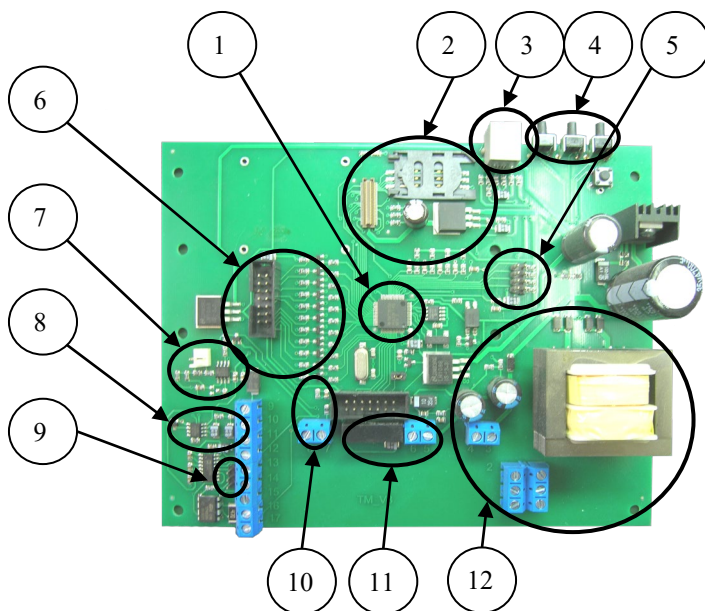

Рис.2 Устройство платы телеметрического модуля «ТВЕРЦА-ТМ».
ТМ выполнен в виде одного блока, основой которого является плата с микроконтроллером управления (рис 2, п.1). Связь по каналу GSM обеспечивается через блок GSM-связи (рис. 2, п.2) с установленным на плату модемом и SIM картой сотового оператора связи. Для улучшения условий приема сигнала ТМ комплектуется
Питание ТМ осуществляется от сети 230 VAC (рис. 2, п.12, клеммы 1,2). В случае отсутствия розетки для подключения ТМ питание может осуществлять через цепь 13,5 VDC (рис.2, п.12 клеммы 3 «+», 4 «-»).
ТМ обеспечивает **измерение выходного напряжения** СКЗ до 60 VDC через делитель напряжения (рис.2, п.10 клеммы 7 «+», 8 «-») и выходного тока СКЗ (рис.2, п.8 клеммы 11 «+», 12 «-»).
СКЗ различных производителей, в зависимости от выходной мощности имеют в своей конструкции токоизмерительные шунты различных номиналов, однако падение напряжения при максимальном выходном токе практически на любом из шунтов составляет 75 mV. Схема (рис.2, п. 5) позволяет выбрать требуемый номинал токоизмерительного шунта, установленного в СКЗ. Таблица выбора номиналов шунта находится в приложении В.
ТМ обеспечивает **измерение защитного потенциала** на металлической конструкции, к которой подключена СКЗ, с помощью схемы (рис. 2, п. 7).
Информация об измеренных и технологических параметрах выводится на жидкокристаллический индикатор через соответствующую схему (рис. 2, п. 6).
Управление выходным током СКЗ осуществляется по аналоговому каналу (рис.2, п.11 клеммы 5 «+», 6 «-»), который выдает сигналы управления в диапазоне 0...10 VDC для потенциального интерфейса или 0...20 mA – токового интерфейса управления.
При наличии у СКЗ цифрового канала управления сопряжение ТМ с СКЗ осуществляется через интерфейсы сопряжения RS-232 и RS-485 (рис.2, п.11 клеммы 13-17). Выбор интерфейса сопряжения и протокол обмена MODBUS для RS-485 находится в приложении Б.
Управление в ручном режиме осуществляется кнопками управления (рис.2, п.4) путем увеличения или уменьшения уставки и не требует никакого перевода в дистанционный или местный режим.
ТМ имеет возможность сигнализировать о несанкционированном доступе в шкаф СКЗ, для чего комплектуется охранным извещателем (датчиком открытия двери), а также возможность подсчета израсходованной электроэнергии. Охранный датчик и счетные выходы приборов учета электроэнергии интегрированы в один разъем (рис.2, п.3). Распиновка разъема указана в схеме подключения ТМ к СКЗ (рис.4).
- Вставьте в крышку держателя SIM-карту (рис.2, п.2). При установке SIM-карты обратите внимание на её правильное расположение.
- Подключите шунт измерения тока станции в разрыв минусового выхода станции (провод, идущий к трубе газопровода), либо подключите ТМ к встроенному токоизмерительному шунту СКЗ и установите номинал шунта джамперами (рис.2, п.5) в соответствии с таблицей шунтов в приложении В.